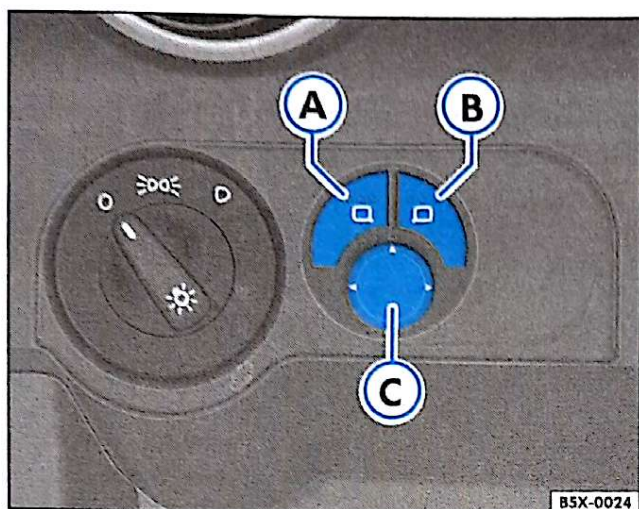

Fig. 70 Interruptor da regulagem elétrica dos espelhos externos
- Selecione o espelho a ser regulado (A) esquerdo ou (B) direito, pressionando-se a tecla correspondente ⇒ fig. 70.
- Pressione a borda do botão (C) ⇒ fig. 70 para regular o espelho até a posição desejada.